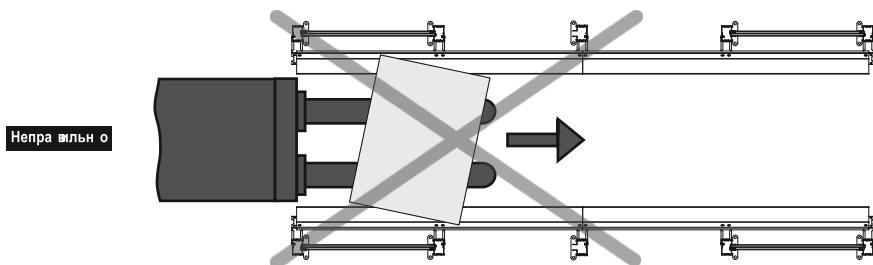

Рисунок 12 - Грузовая единица на вилах погрузчика, установленная с перекосом
- Не допускается въезжать в стеллаж с грузовой единицей, установленной на вилах грузоподъемной техники с перекосом (рис. 12);